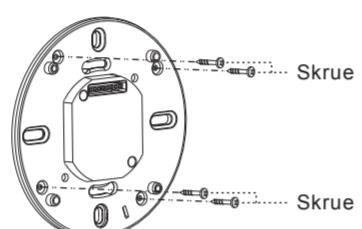

FIG.16
4.4.3.4 Sett 4 stk skruer i de tilhørende skruehullene på detektorens festeplate, de 4 skruene vil ikke løsne for å gjøre etterfølgende installasjoner enklere (se FIG.16).